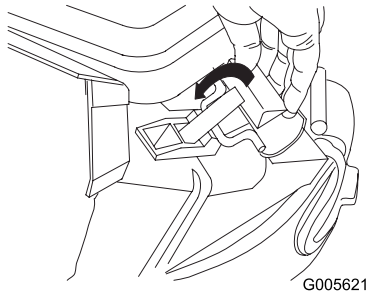

Figure 25
4. Ramener la poignée du volet vers l'arrière pour accrocher la tige de verrouillage de la poignée sur les crans du sac (Figure 25).